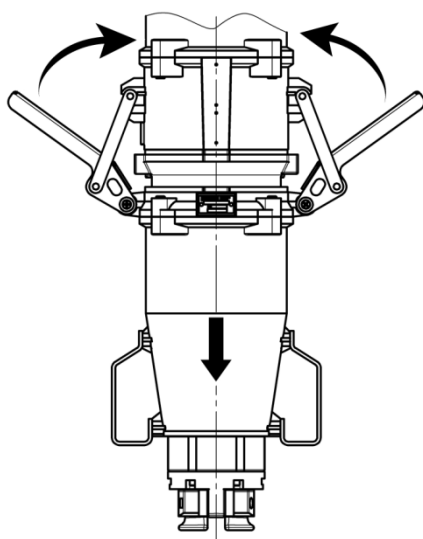

Abb. 64: Verschlusshebel öffnen
7. Verschlusshebel nach oben drücken (Abb. 64 / Pfeile), um die Verschlusshebel zu öffnen.